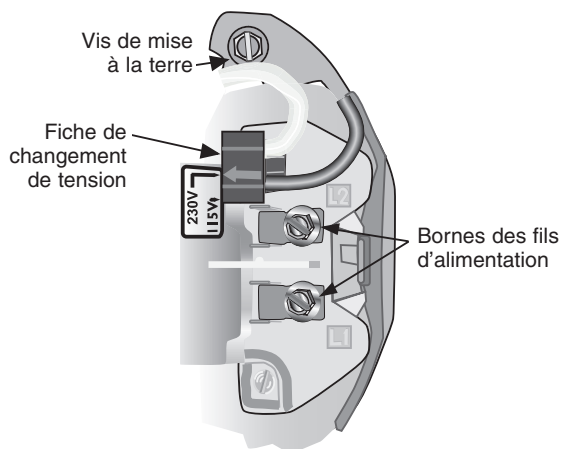

Figure 4: Tension réglée sur le courant de 230 volts. Sélecteur à fiche
- 7 ° Brancher les conducteurs transporteurs de courant sur les bornes L1 et L2 qui se trouvent sous le carter du moteur. Lorsque l'on remplace le moteur, comparer le schéma de câblage de la plaque signalétique par rapport à la Figures 4 et 5. Si le schéma de câblage du moteur ne correspond pas au schéma, suivre le schéma de câblage du moteur.
IMPORTANT : Les modèles monophasés fonctionnant sur le 115/230 volts sont expédiés de l'usine câblés pour fonctionner sur le 230 volts. Si le courant d'alimentation est de 115 volts, déposer le carter du moteur et rebrancher le moteur comme il est illustré à la Figures 4 et 5. Ne pas essayer de faire fonctionner un moteur comme il est reçu sur le courant de 115 volts.